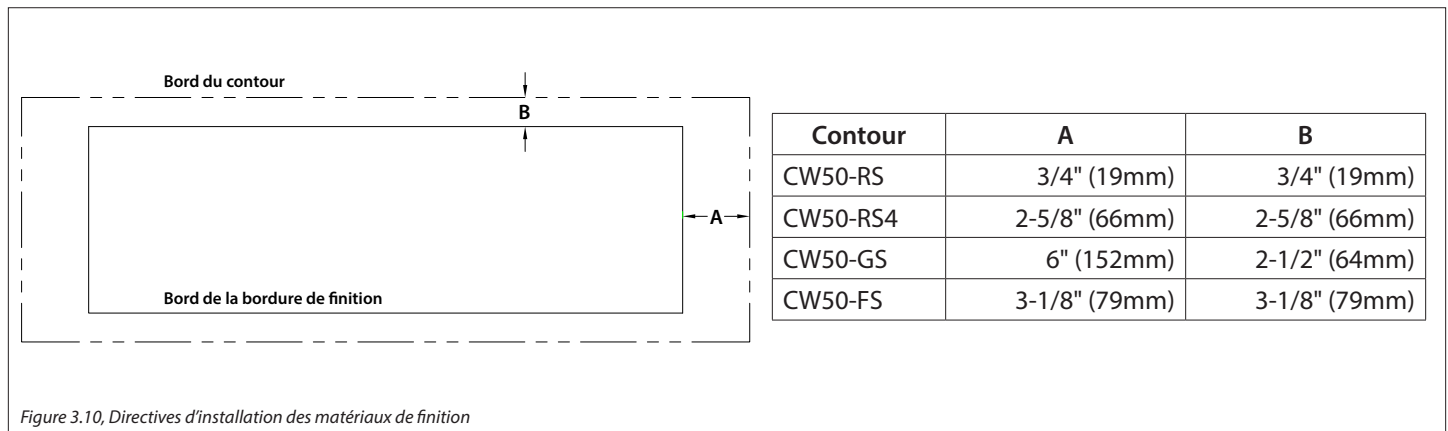

Figure 3.10, Directives d'installation des matériaux de finition
- La Figure 3.10 montre les limites des matériaux de finition, mesurées à partir du bord de finition, pour permettre d'installer l'un des contours optionnels.